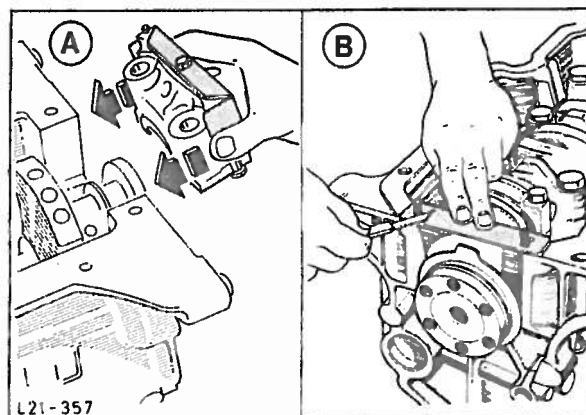

Fig. 61 Montering av bakre bærelageroverfall.
32. Monter tverrgående gummiånd innsatt med olje på det bakre bærelageroverfallet. Sett lageroverfallet inn i motorblokken bøyå litt bakover ved bruk av spesialverktøy 21-086, fig. 61. Fest lageroverfallet med begge boltene. Bruk en måleplate og skjær av pakningen som stikker frem 0,5 mm (0,020") fra bunnpannens anleggsflate.